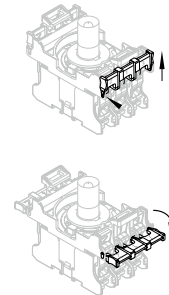

Fig. 9
2. Con il portacontatti smontato, aprire le alette di tenuta (vedere Fig. 9): sollevando le due alette, queste si sganciano dal meccanismo di blocco e possono essere ruotate di 90°. A questo punto è possibile smontare gli elementi di contatto e gli elementi luminosi.